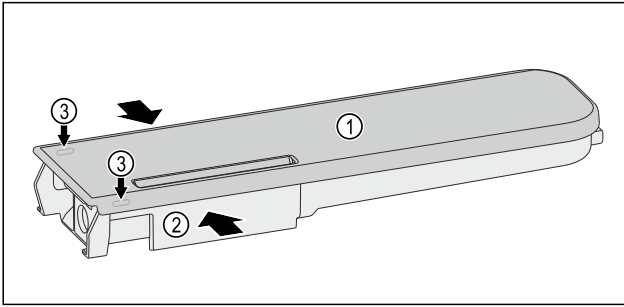

Fig. 134
- Su kabını Fig. 134 (2) sıkıştırın ve kapağı Fig. 134 (1) dikkatli bir şekilde yerleşme tırnağının Fig. 134 (3) üzerine kaldırın ve yukarı çekin.
- Kapağı Fig. 134 (1) hafifçe ileri-geri kaydırın ve yukarıya doğru çekip çıkartın.